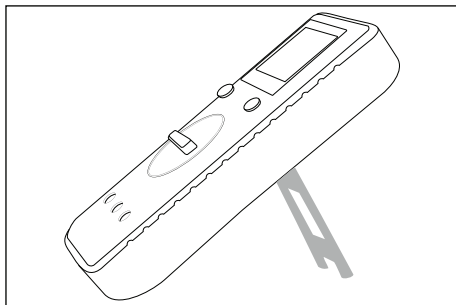

Abb. 4
- ◆ Klappen Sie zum Aufstellen des Gerätes den Aufsteller auf der Rückseite des Gerätes aus (siehe Abb. 4).